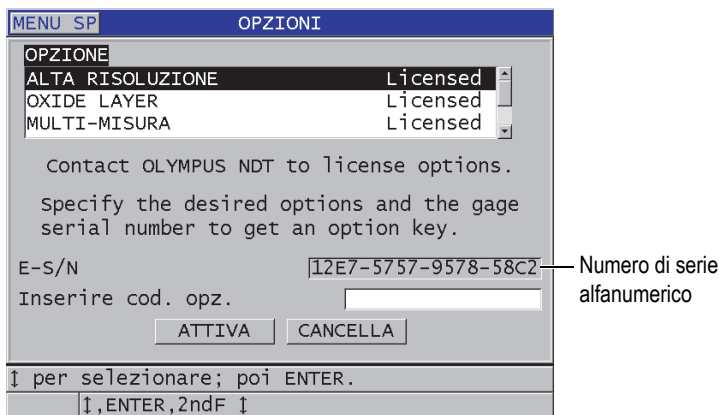

Figura 7-1 La schermata OPZIONI per l'attivazione delle opzioni software
3. Nella schermata **OPZIONI** (vedi Figura 7-1 a pagina 114), annotare il numero di serie alfanumerico di 16 cifre presente nel campo **Num. Seriale**. L'elenco **OPZIONI** indica lo stato corrente delle opzioni software. L'indicazione **Con licenza** significa che l'opzione è attivata.
5. Nella schermata **OPZIONI** (vedi Figura 7-1 a pagina 114):